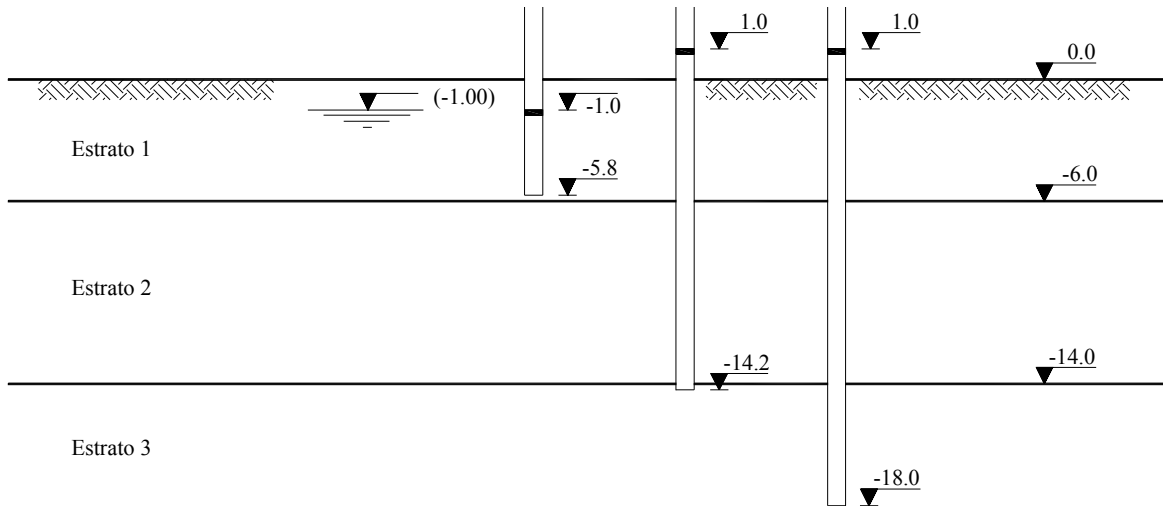

Figura 3
4. A Figura 3 representa um maciço terroso de origem sedimentar estando representados três piezômetros, indicando-se para cada um as cotas da base e da água no seu interior.
- Estabeleça a correspondência entre os solos A, B e C do Quadro 1 e os estratos 1, 2 e 3 da Figura 3, isto é, diga que solo do quadro corresponde a cada um dos estratos.